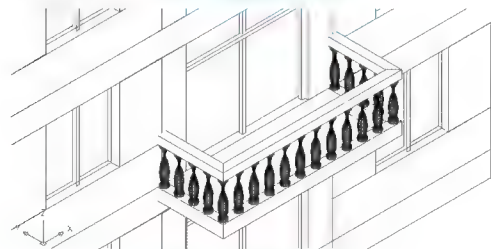

图 6.55 阵列生成两侧“花瓶”
(3) 用相同的方法阵列生成阳台两侧的“花瓶”，阵列参数设定为 5 行、1 列、行偏移距离 360mm，结果如图 6.55 所示。